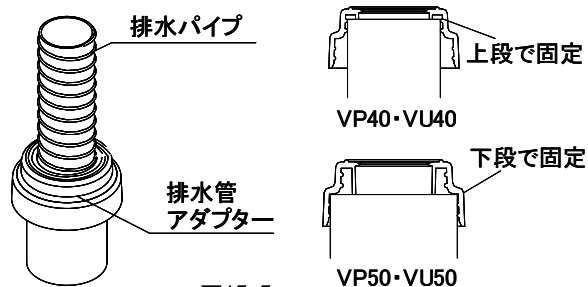

図15-5
- ④フレキシブルホースに先端に排水管アダプターを通し排水管に接続してください。(図15-5)
- ⑤底板点検口蓋を底板に取り付けてください。
- ⑥後板点検口蓋を後板に取り付けてください。